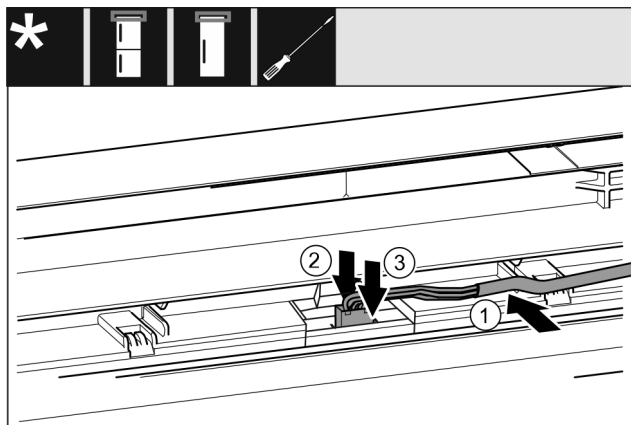

Fig. 54 Kombinált hűtő-fagyasztókészülékek / fagyasztókészülékek / hűtőkészülékek*
- ▶ Helyezze be a kábelt Fig. 54 (1) felső ajtóban lévő vezetősínbe.*
- ▶ Nyomja hátrafelé a reteszelő bütyköt Fig. 54 (2).*
- ▶ Pattintsa be a dugót Fig. 54 (3).*